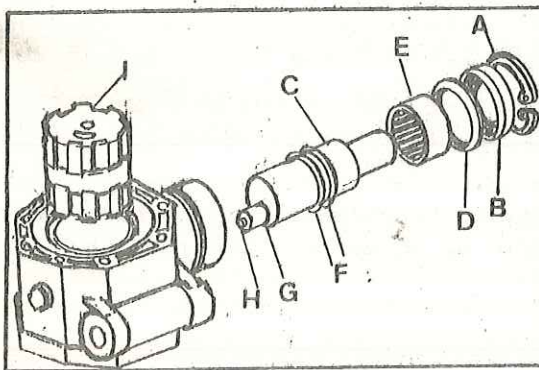

Fig. H-67 Desmontaje del eje y retén
1.5. Extraída la polea del depresor, retirar el anillo elástico, A, (Fig. H-67) de la canal que le sirve de alojamiento. Para sacar el retén, B, es necesario proceder del siguiente modo:
Seguidamente colocar el émbolo, I (Fig. H-67) en el cuerpo del depresor con la canal de deslizamiento del casquillo excéntrico, E, enfrente del eje excéntrico, C, e introducir dicho eje, hasta que el anillo elástico, F, haga tope en el cojinete.
NOTA: Antes de montar el cojinete en el eje del depresor, C (Fig. H-67) es totalmente necesario calzar entre la camisa de deslizamiento, D y el émbolo I, una lámina de 0,4 mm de grueso con el fin de que al introducir el cojinete, E, en el cuerpo del depresor y en el eje, éste no se clave en el émbolo, lo que podrá producir agarrotamientos o desgaste prematuro. No quitar la lámina de 0,4 mm hasta introducir la polea.
3.4. Continuar el montaje introduciendo en el eje excéntrico, C (Fig. H-67) el otro cojinete, E, la arandela tope del cojinete, D, el retén, B y alojar en su canal el anillo elástico, A.